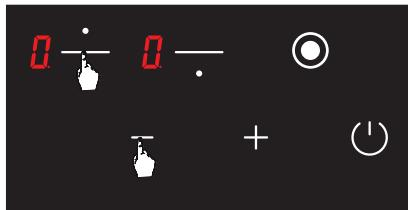

Рис. 21
- (см. Рис. 21). Вы услышите короткий звуковой Затем поднимите пальцы с панели управления плиты.